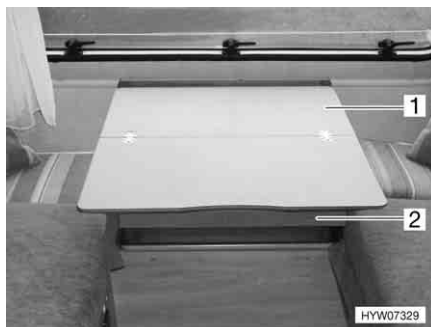

Fig. 29 Tavolo ribaltabile, comodino da notte
- Tirare in avanti tutto il piano di appoggio del comodino da notte (Fig. 29,2).
- Ribaltare all'indietro (Fig. 29) la parte superiore del piano di appoggio (Fig. 29,1).